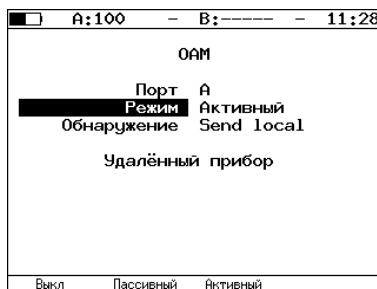

Рис. 7.60. Меню «OAM»
3. Перейти в меню «ОАМ» (см. рис. 7.60).